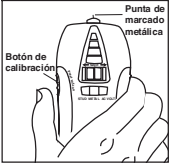

Fig. 6
- Coloque la unidad plana contra la superficie que se va a explorar. (Fig. 6)
- Presione el botón de calibración/activación ubicado en el lado, para activar la prueba. Continúe presionando este botón mientras desliza la unidad por la superficie. (Fig. 6)